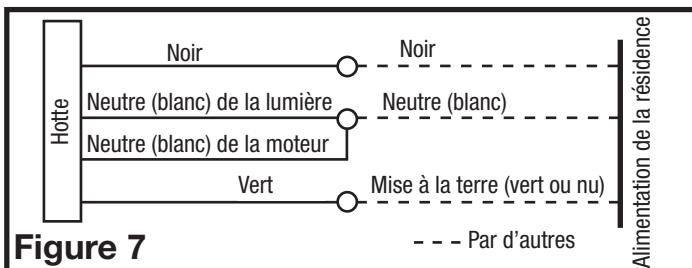

Figure 7
1. Connecter les deux fils lâches Blancs de la hotte de cuisine au fil Blanc de l'alimentation, et le fil lâche Noir de la hotte au fil Noir de l'alimentation. Connecter le fil de mise à la terre (vert ou dénudé) de l'alimentation à la vis verte de mise à la terre de la hotte. Utiliser des méthodes de connexion approuvées pour toutes les connexions (Figure 7).